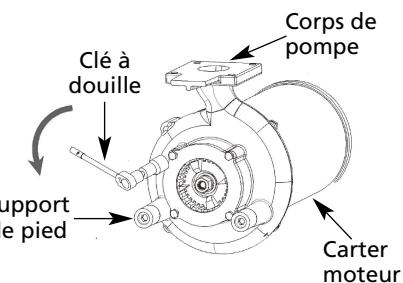

Figure 7
Reportez-vous aux figures 7 à 12
- Pour nettoyer la volute ou remplacer le couteau et la turbine, débranchez l'alimentation. Débranchez la tuyauterie de refoulement. Démontez le coude à l'aide de clés. (Voir les Figures 7 et 8)